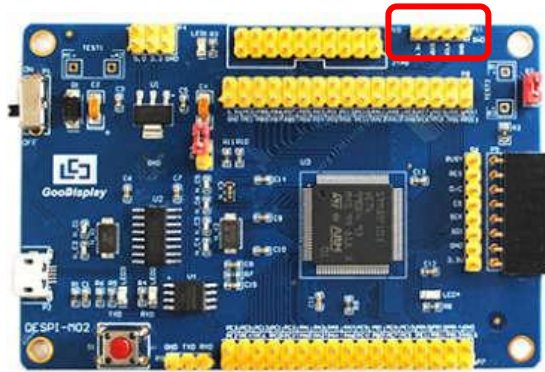

图 16 SWD 接口
- 1) 如图 16 所示，开发板预留了四线 SWD 接口，可以将其通过杜邦线接在仿真器对应接口上，连接仿真器到计算机。